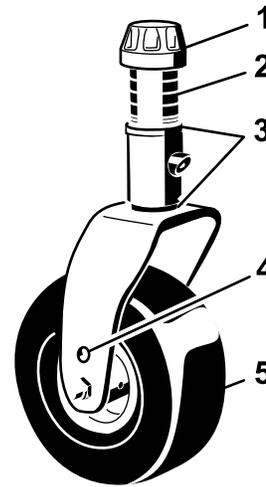
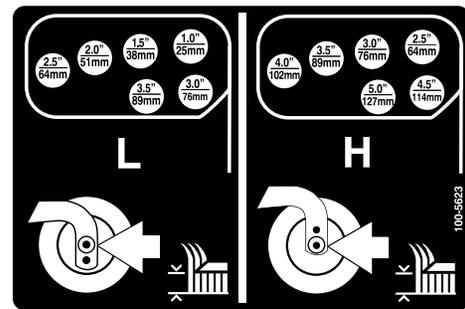
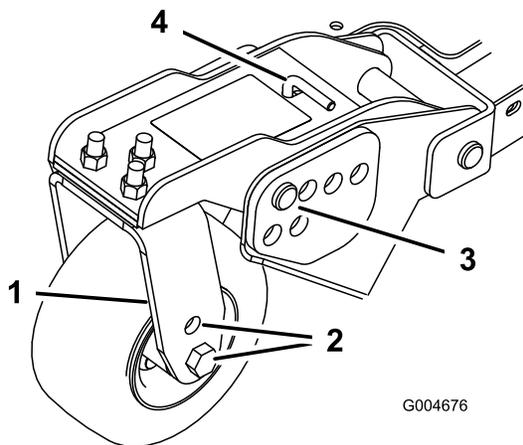

Figura 19
Figura 22
Figura 21
1. Coloque los ejes de las ruedas giratorias en el mismo taladro en todas las horquillas (Figura 19 y Figura 21). Consulte en la tabla siguiente el taladro correcto para cada altura.
2. Retire el casquillo tensor del eje (Figura 19) y deslice el eje fuera del brazo de la rueda giratoria.
6. Retire la chaveta y los pasadores de los brazos de pivote de las ruedas giratorias (Figura 21).
7. Gire la varilla tensora para elevar o bajar el brazo de pivote hasta que los taladros estén alineados con los taladros seleccionados del soporte de ajuste de la altura de corte en el bastidor de la unidad de corte (Figura 21 y Figura 22).